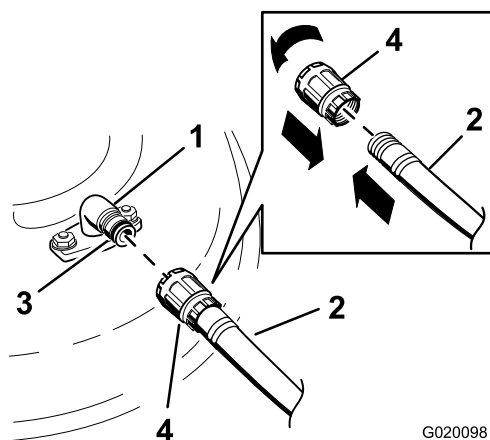

Figure 58
3. Branchez le raccord du flexible au raccord de lavage du tablier de coupe et ouvrez l'eau en grand (Figure 58).